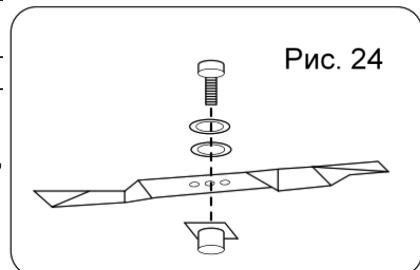

Рис. 24
3. Удерживая нож рукой, открутите болт крепления ножа гаечным ключом (в комплект не входит) (рис. 24).